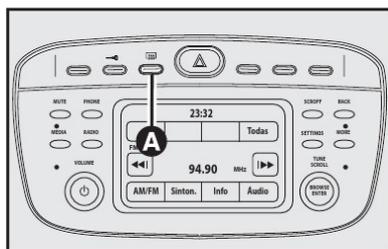

fig. 61
DESEMBAÇAMENTO/DESCONGELAMENTO DO VIDRO TRASEIRO TÉRMICO - fig. 61
- vidro traseiro térmico (para acionar/desacionar somente vidro traseiro térmico, pressionar o botão **A - fig. 61**);